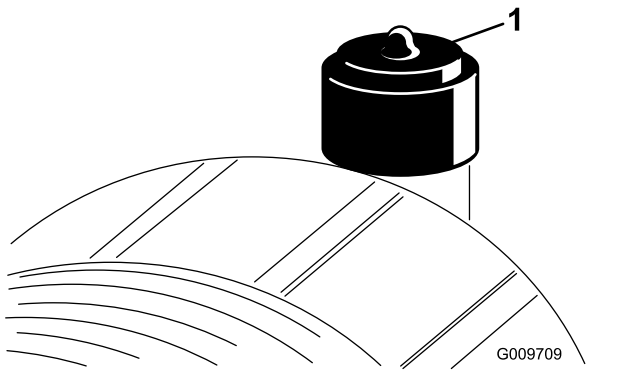

Figura 88
Revise el filtro del limpiador de aire únicamente cuando el indicador de mantenimiento lo requiera (**Figura 88**). El cambiar el filtro antes de que sea necesario sólo aumenta la posibilidad de que entre suciedad en el motor al retirar el filtro.
2. Reinicie el indicador (Figura 88) si se ve rojo.